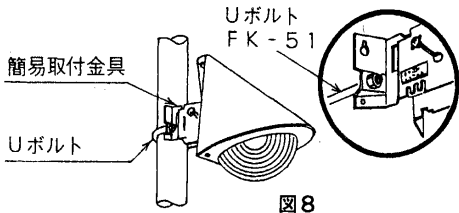

図8
1. 簡易取付金具をUボルトFK-51(別売)とナットでポールに取り付けてください。(図8)